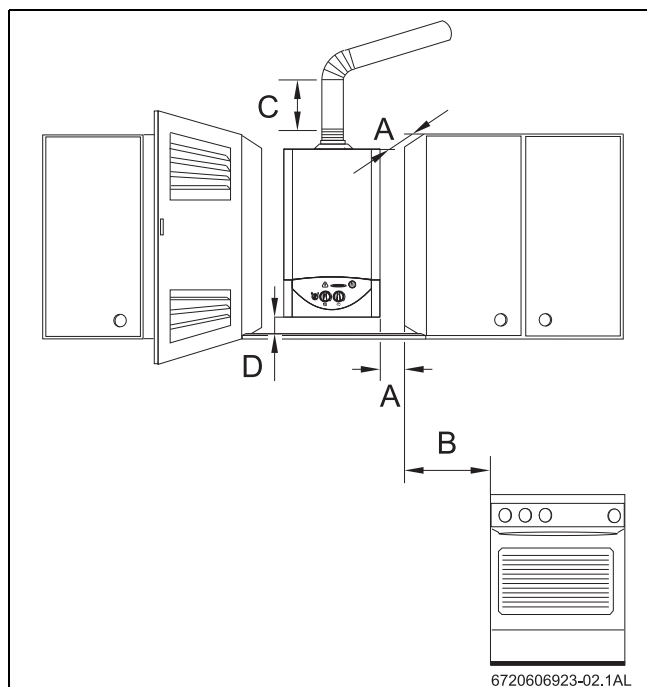

Fig. 8 Distances minimales
- Assurer un accès pour les travaux d'installation et d'entretien - pour cela, respecter les distances minimales indiquées sur la Fig. 8 .